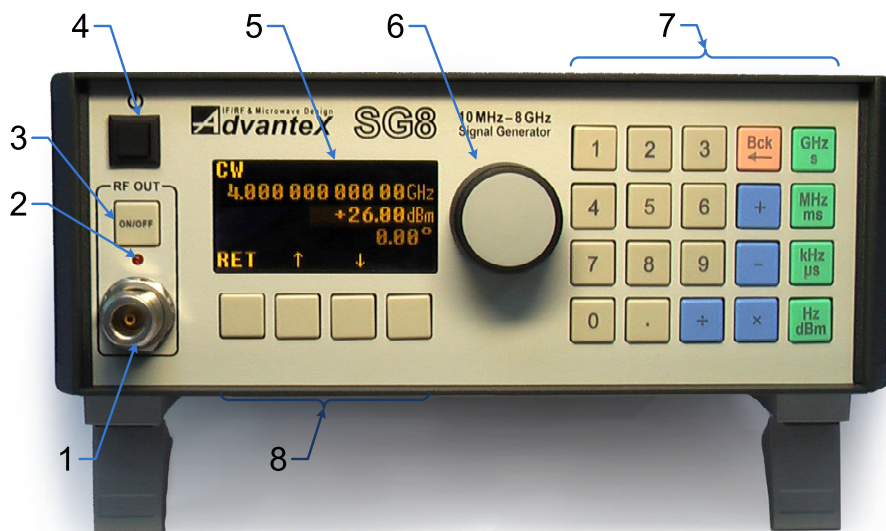

Рис. 4: Лицевая панель
1. Убедитесь, что кнопка питания на лицевой панели (поз. 4, рис. 4) находится в выключенном положении (отжата).
На рис. 4 изображена лицевая панель прибора. Номерами обозначены следующие элементы:
Навигация по элементам меню (перемещение по пунктам, переход в под-меню и переход на уровень вверх) осуществляется с помощью кнопок, соответствующих контекстному меню (рис. 4, поз. 5), и поворотного энкодера (поз. 4).
Ввод числовых данных может быть выполнен с помощью клавиатуры (рис. 4, поз. 3), либо с помощью поворотного энкодера (поз. 4).